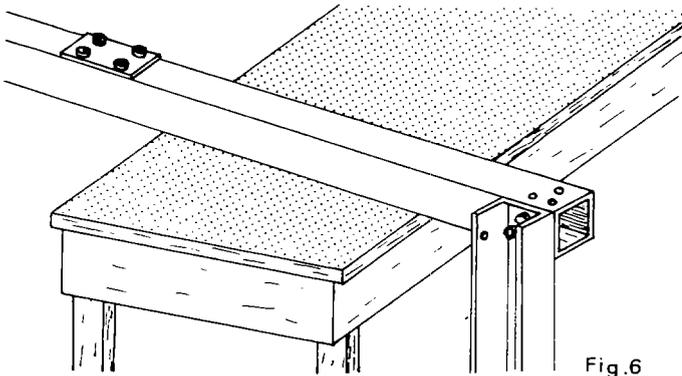

Fig. 6
2 - Monter le profilé comportant le plat d'excitation (fig. 6) et le fixer sur la colonne par 3 boulons : les rondelles "éventail" et les écrous à l'extérieur. Bien serrer les écrous. Veiller à ce que le profilé soit perpendiculaire à la colonne.
- . Si nécessaire, faites de même avec le U de la fig. 6.